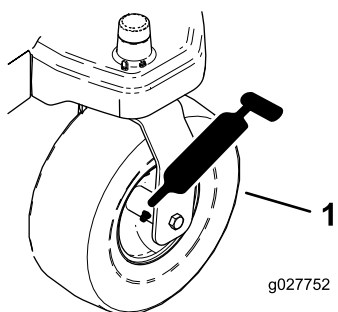
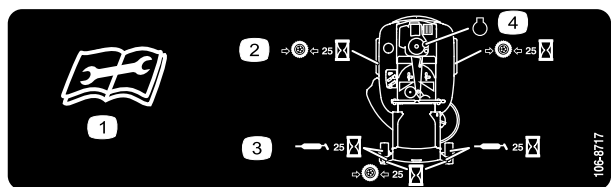

Figura 31
Figura 32
3. Pulite i raccordi d'ingrassaggio (Figura 31 e Figura 32) con un panno.
4. Collegate un ingrassatore a pressione a ciascun ingrassatore (Figura 31 e Figura 32).